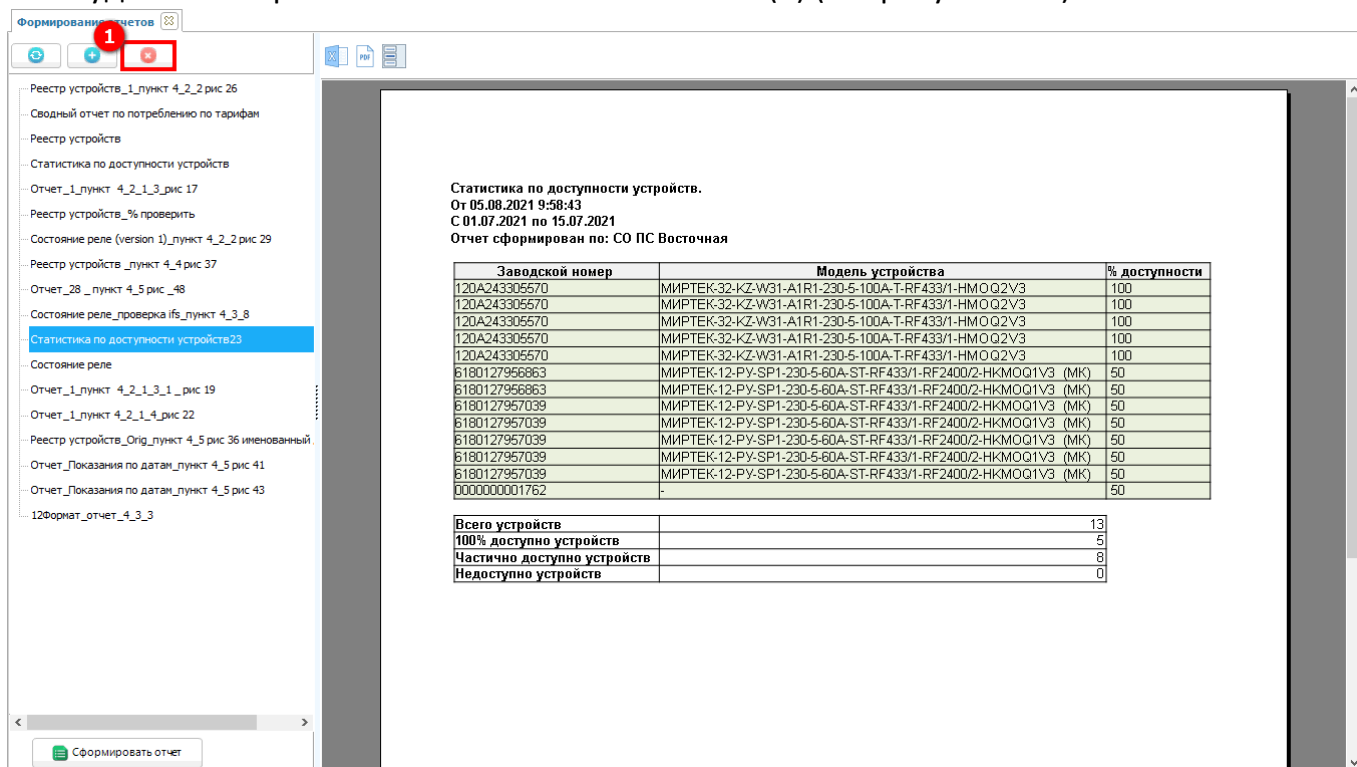

Рисунок 172 – Отображение сформированного по шаблону отчета
В основном окне вкладки будет отображен сформированный по шаблону пользователя отчет (см. рисунок 172). Кнопка, расположенная в левом верхнем углу вкладки позволяет удалить выбранный шаблон отчета из списка (1) (см. рисунок 172).